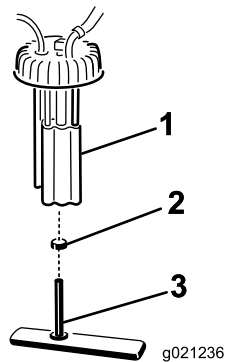

Figure 52
2. Débranchez les connecteurs des faisceaux de câblage de la pompe à carburant (Figure 52).
3. Déposez la pompe à carburant et le filtre à carburant du réservoir (Figure 52).
- Enlevez le collier qui fixe le flexible du filtre à carburant au raccord de la pompe à carburant. Débranchez le flexible du raccord (Figure 52).